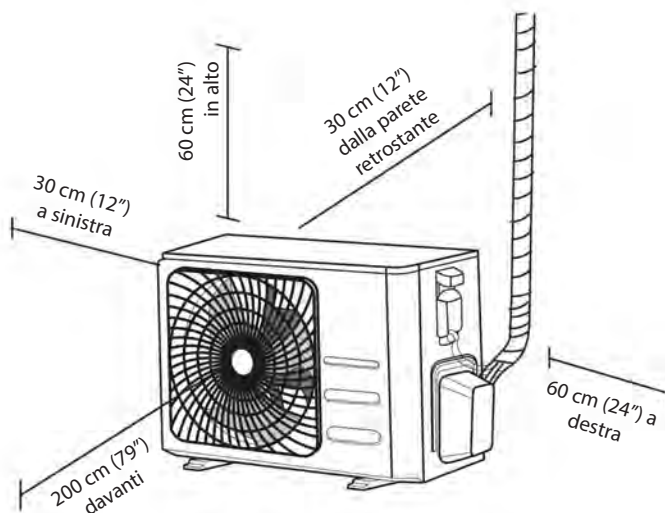

Fig. 4.1
- ☑ Lo spazio disponibile per l'installazione deve soddisfare i requisiti indicati (Fig. 4.1)